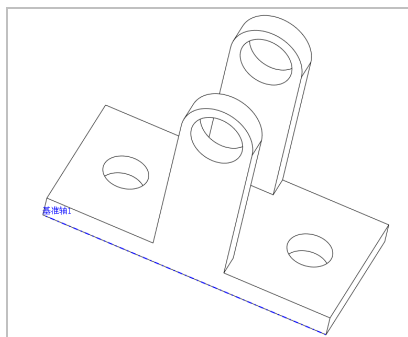

图 4-19 创建直线基准轴
(4) 单击【确定】按钮，即可创建直线基准轴，效果如图4-19所示。